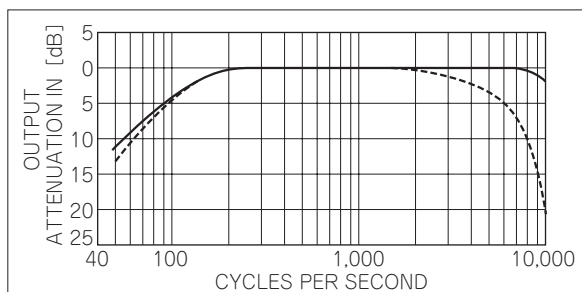

図5-2-2 低周波周波数特性(実線)と総合受信周波数特性(点線)
- ① ターレット式コイルを装備したフロントエンド。
- ② 大型フライホイールによるスムーズなメイン・ダイヤル
- ③ VLFからVHFまでカバーする広帯域受信
- ④ バージョンの多さ
- ⑤ 高イメージ・レシオ(表5-2-2)。
- ⑥ 広帯域な低周波特性(図5-2-2)。